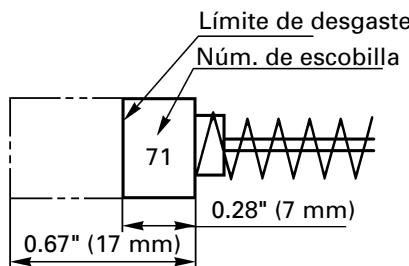

Fig. 20
## 4. Inspeccionar los escobillas de carbón (Fig. 20)
**NOTA:** Utilice las escobillas HITACHI Núm. 71 indicadas en la Fig. 20.